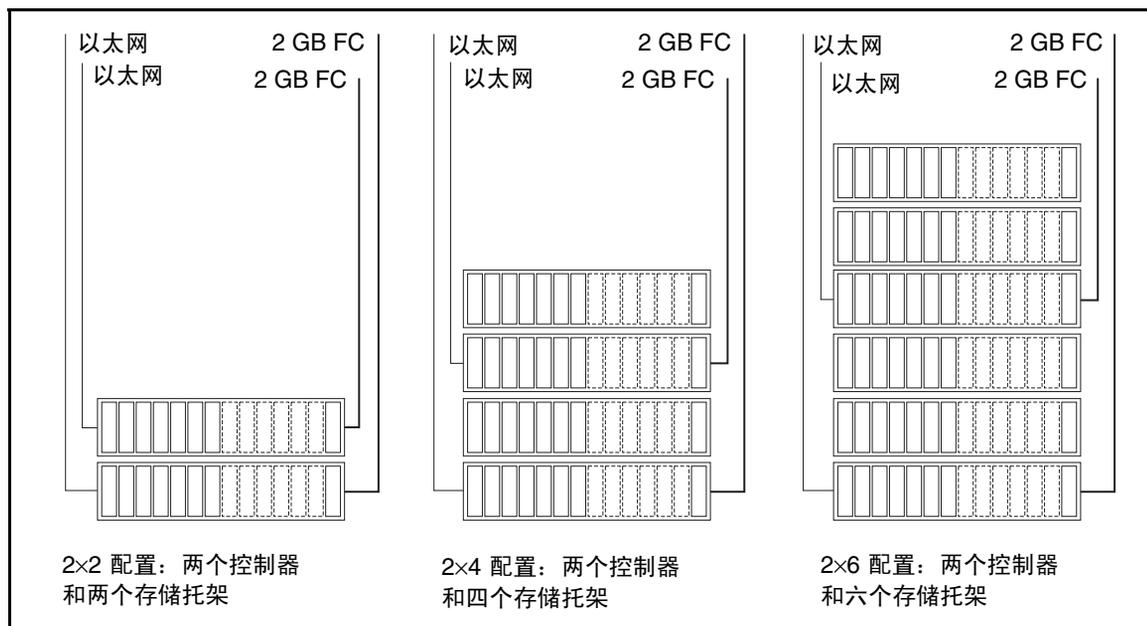

图 1-2 阵列配置选项
存储阵列采用模块化设计，可以进行多种配置（图 1-2）。每种配置选项都包括两个控制器（也称为“控制器对”），用于提供冗余和故障接管功能。此外，每个存储阵列还具有冗余的光纤信道 (FC) 数据路径，以及两个内置电池备用系统的电源设备。当电源完全中断时，每个阵列都可由电池提供足够的电源来执行有序的关机。